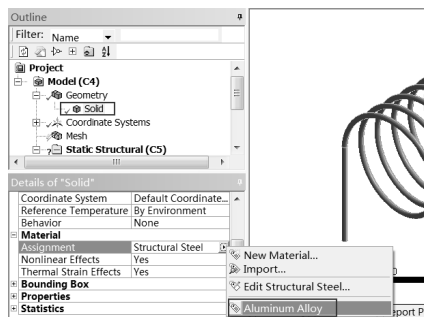

图 19-110 赋予材料属性图
Step4：赋予材料属性。选择如图 19-110 所示 Outline 中 Model (C4) Geometry Solid，在下面的 Details of “Solid” 面板的 Material Assignment 中选择 Aluminum Alloy 选项。